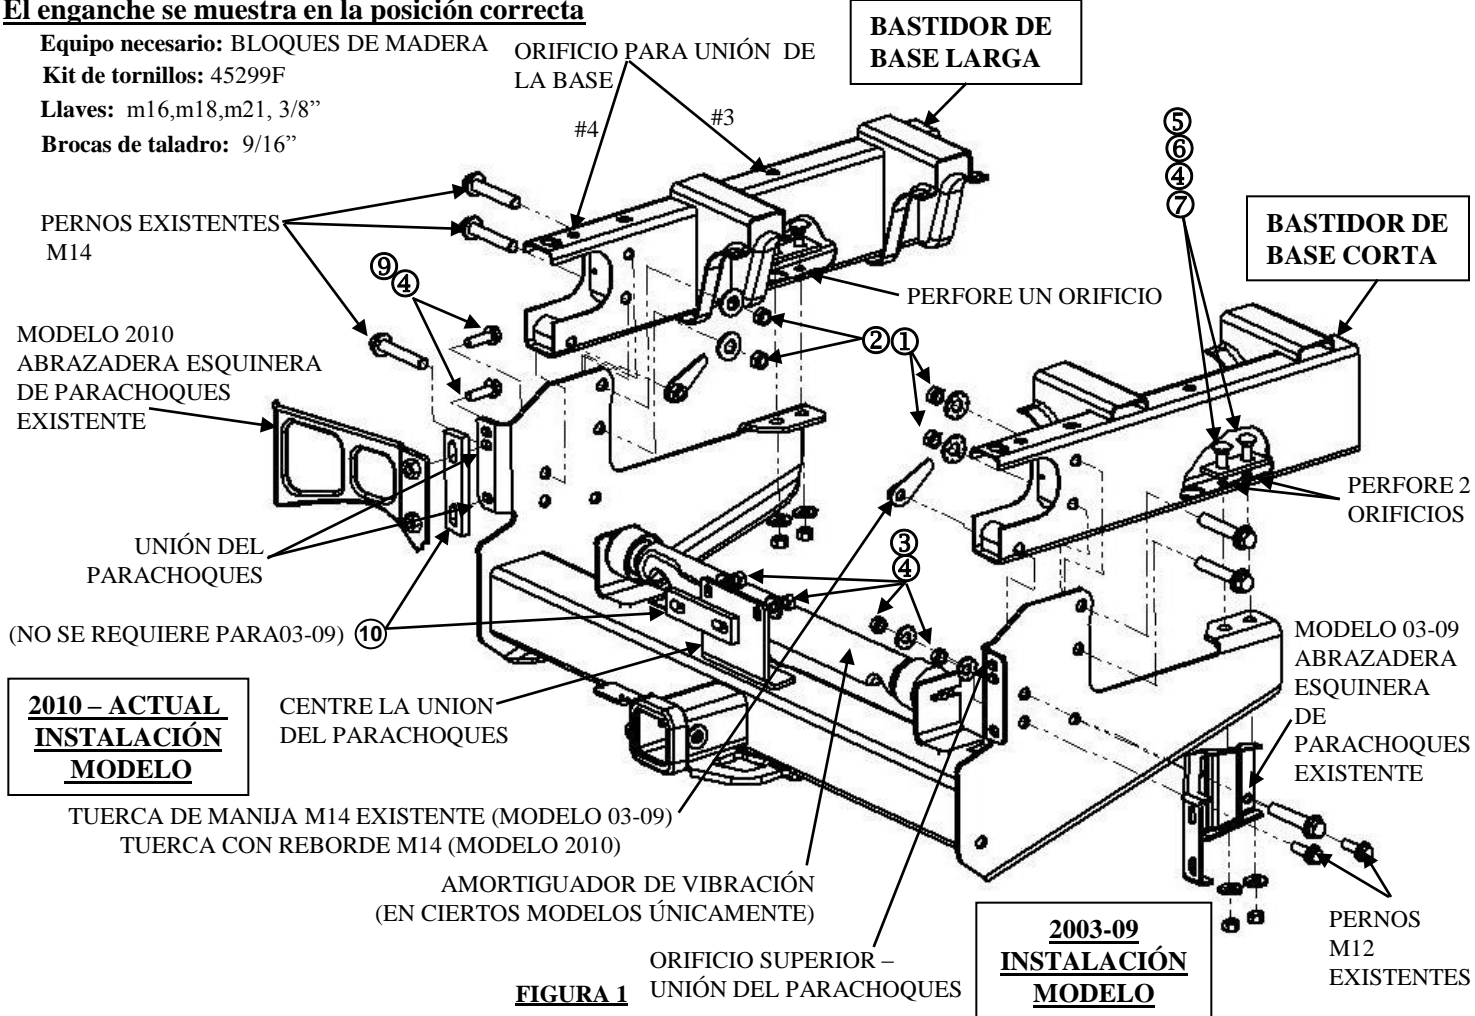

FIGURA 1
- Si está equipado, retire el silenciador de vibración de la unidad OEM e instale en esta unidad (como se muestra en la figura 1).
- Instale los tornillos restantes según la figura 1.